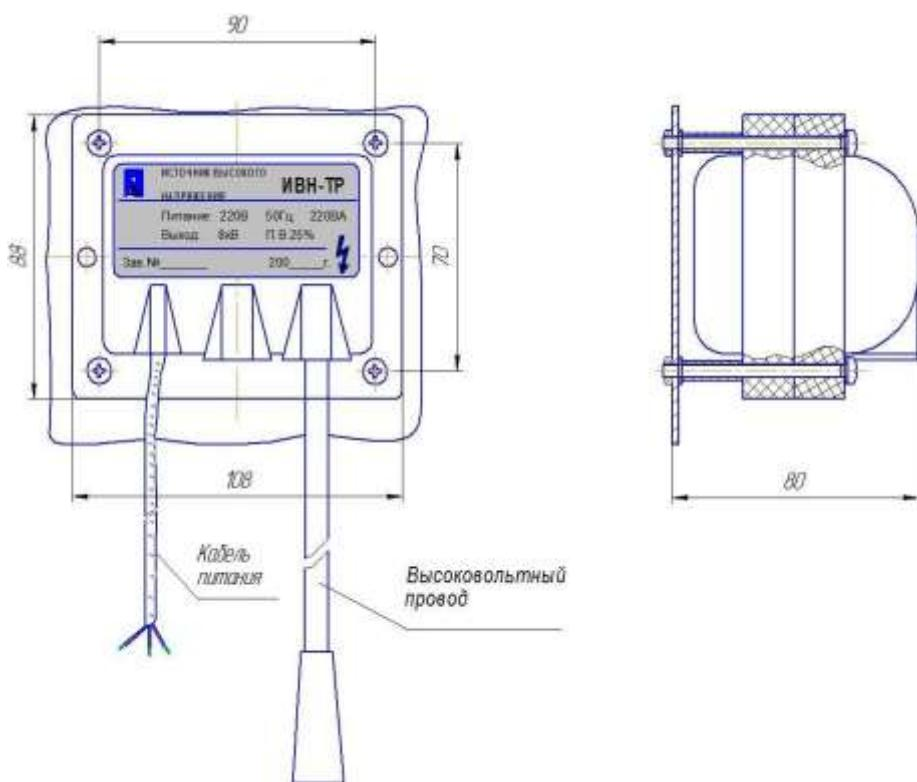

Рис.2 Общий вид и габариты ИВН-ТР по варианту В.
**- изделие комплектуется при поставке по варианту В (см. рис.2)